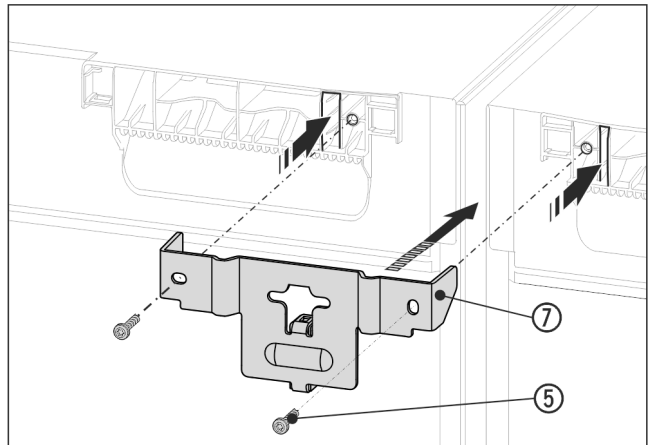

Fig. 15 Beispielhafte Darstellung
- ▶ Winkel *Fig. 15 (7)* mit dem Distanzstück zwischen die Geräte und mit den Laschen in die Gerätecke schieben. Mit 2 Schrauben *Fig. 15 (5)* festschrauben.